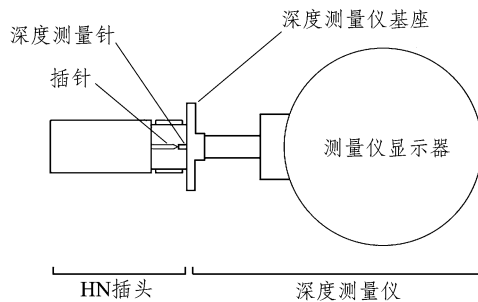

图 1-3-43 插针深度测试
(17) 把锁紧螺帽紧固在插头的本体上。
(18) 按照厂家文件要求进行插针深度测试，测试方法如图 1-3-43 所示。